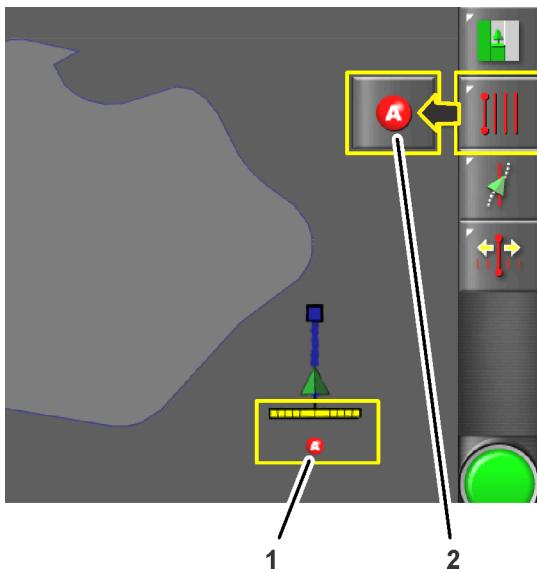

**Bild 11**
4. Tippen Sie auf das Symbol „Leitlinien-Menü“ (Bild 11).